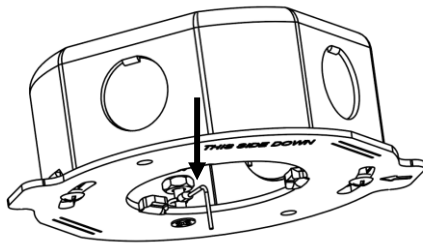

Figura 4: Método A
- A) Después de fijar la placa de montaje a la caja de conexión, enrosque el tornillo de 12 mm a través de la ubicación del orificio que se muestra en la *Figura 4*. Luego, enrosque el ojal de amarre a través del extremo superior del tornillo de 12 mm y asegure el ojal con la tuerca provista apretando la tuerca en la parte superior del ojal. Se recomienda el método A para facilitar la instalación de la luminaria.